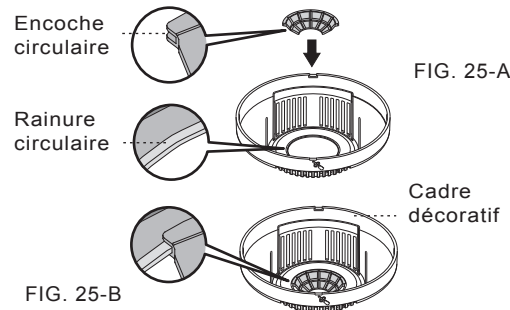

FIG. 25-B
4.2.3.3 Fixation de la fenêtre de protection de la lentille : Une rainure circulaire se trouve à l'arrière du cadre décoratif et la fenêtre de protection de la lentille dispose d'une encoche circulaire. La fenêtre de protection est fixée en insérant l'encoche dans la rainure (voir FIG. 25-A et FIG. 25-B).